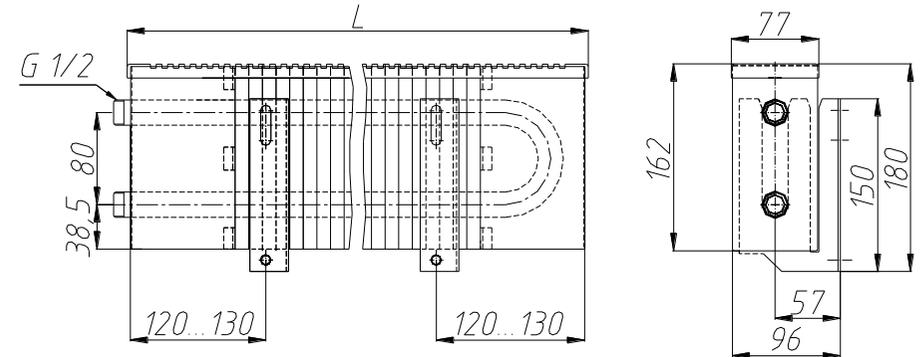

Рис.1 Конвектор «Новотерм» СКН 204...225-Pr2
4.6. Размеры изделий представлены на Рис.1, 2, 3, 4, 5, 6 и таблице 1, 2